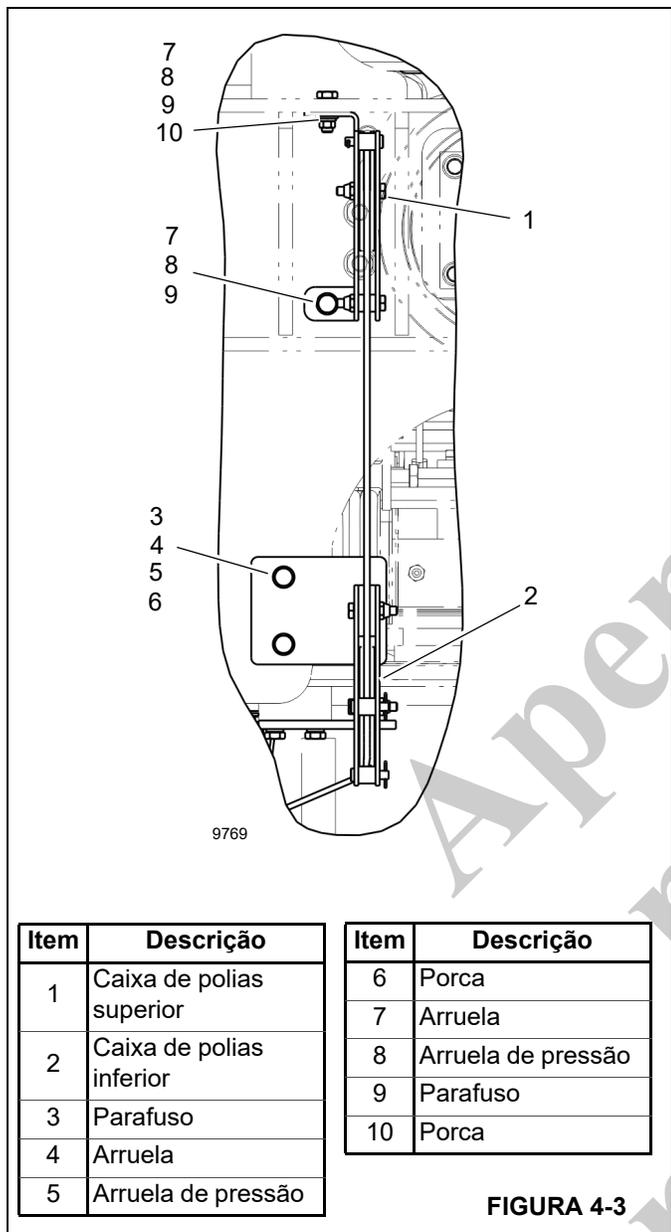

FIGURA 4-3
8. Remova o conjunto da caixa de polias superior (1, Figura 4-3) na traseira da lança.
9. Remova o conjunto da caixa de polias inferior (2) da traseira da lança.
2. Conecte o conector do barramento CAN do RCL (3) ao conjunto do carretel do cabo (1).
3. Fixe o cabo do barramento CAN do RCL ao suporte do carretel usando grampos (6), parafusos (10) e arruelas (11).
4. Instale o conjunto de polias (5) usando arruelas (12), arruelas de pressão (13) e parafusos (14).
5. Instale o conjunto da guia do rolo pequeno (4) usando arruelas de pressão (15) e parafusos (16).
6. Instale o conjunto de polias inferior (2, Figura 4-3) na traseira da lança usando parafusos (3), arruelas (4), arruelas de pressão (5) e porcas (6).
7. Instale o conjunto de polias superior (1) na traseira da lança usando arruelas (7), arruelas de pressão (8), parafusos (9) e porca (10).
8. Passe o cabo do carretel através das polias (5, Figura 4-1 e 1 e 2, Figura 4-3) e do rolo (4, Figura 4-1) na traseira da lança.